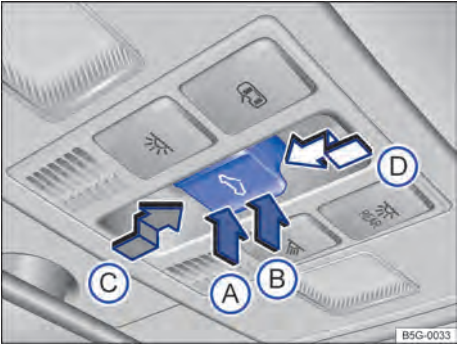

Fig. 41 No revestimento do teto: botão do teto solar panorâmico elétrico.
Função	Ação ⇒ Fig. 41
- *Teto solar panorâmico elétrico:* Em aproximadamente 5 segundos após o acionamento do limitador de força, pressionar o botão  $\Rightarrow$ Fig. 41 até o 2º nível, no sentido da seta , até que o teto solar panorâmico elétrico se feche completamente.